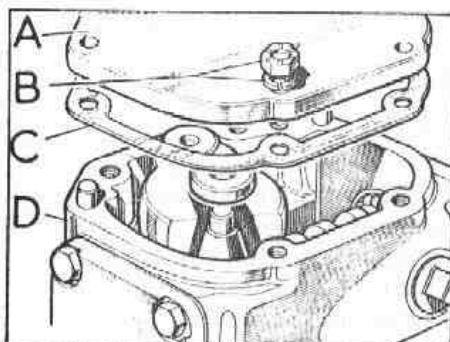

Fig. G-33 Tapa lateral
- 1.1. Retirar la tapa lateral, A (Fig. G-33) y vaciar el aceite de la caja de la dirección.